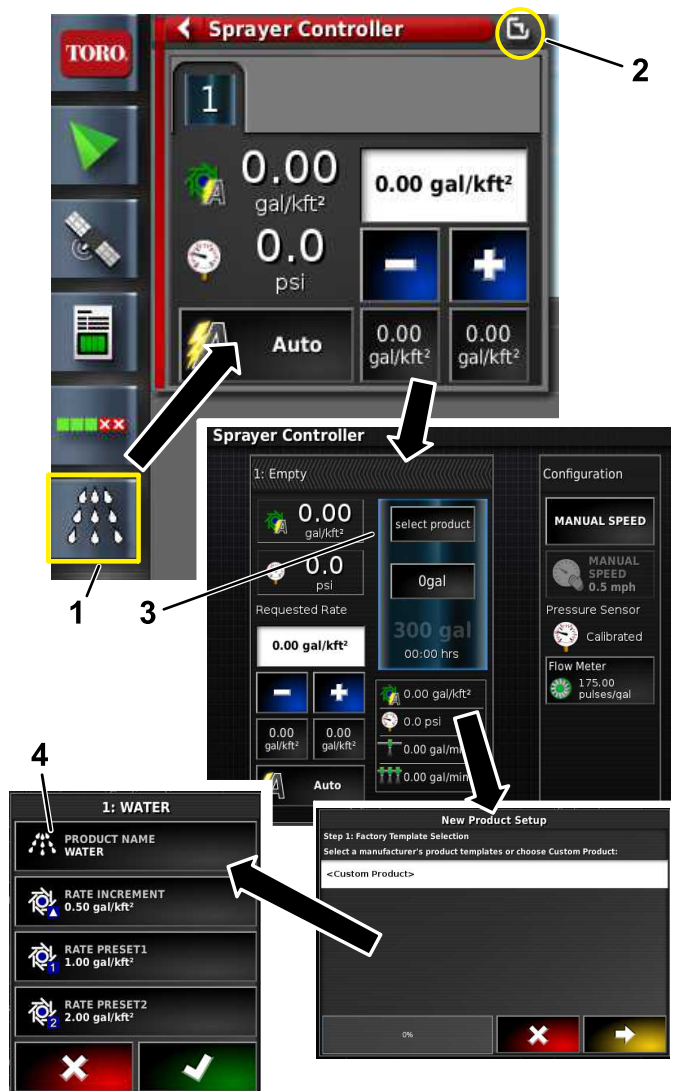

Рисунок 7
5. Введите название продукта, выберите значения расхода и выберите приращение расхода (Рисунок 7).